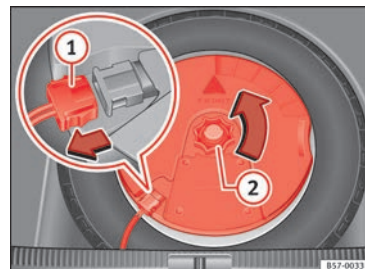

Fig. 229 Na bagageira: desmontar o subwoofer.
- Desligue o cabo do altifalante *subwoofer* » **Fig. 229 ①.**
- Rode a rodinha de fixação no sentido contrário ao dos ponteiros do relógio » **Fig. 229 ②.**